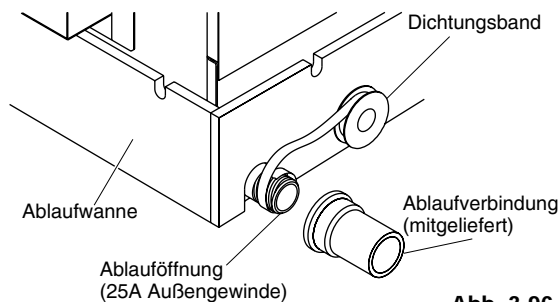

Abb. 3-96
- (1) Ein Standard-Hart-PVC-Rohr (Außendurchmesser: 32 mm) als Ablassleitung vorbereiten und den mitgelieferten Ablauf-Anschlussstutzen verwenden, um Undichtigkeiten zu vermeiden. Das PVC-Rohr muss separat gekauft werden. Hierzu Klebmittel für das PVC-Rohr an der Verbindungsstelle auftragen.
- (2) Wenn eine Ablaufverbindung (mitgeliefert) an der Gewinde-Ablauföffnung angeschlossen wird, zuerst Dichtungsband um das Gewinde der Ablauföffnung wickeln und die Verbindung erst danach anschließen. (Abb. 3-96)